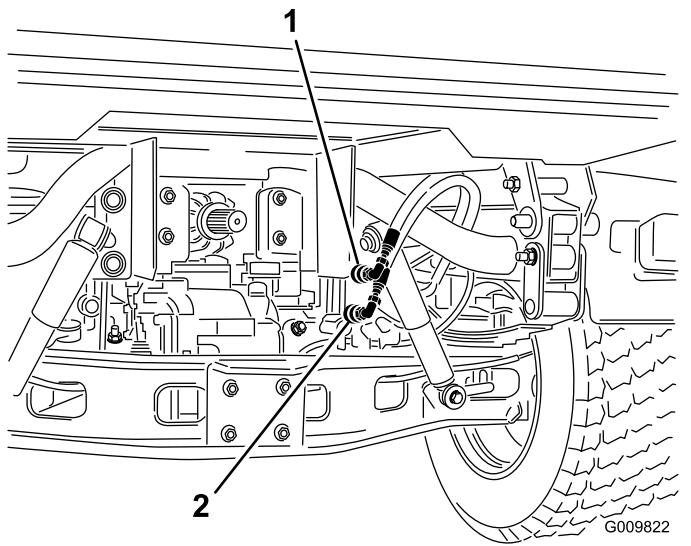

図 83
2. それぞれの車両で、クイックカップラホース 2 本を、カップラブラケットのホースから外す 図 83。